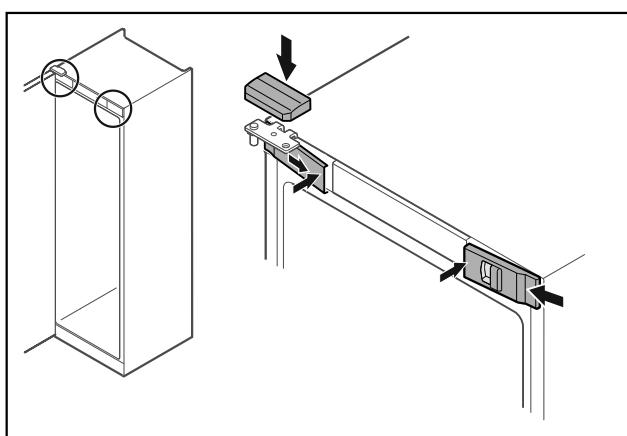

Fig. 51
- ▶ 从侧部挂入前盖板 Fig. 51 (1)并从内部将其卡紧。
- ▶ 从上方卡紧上盖板 Fig. 51 (2)。